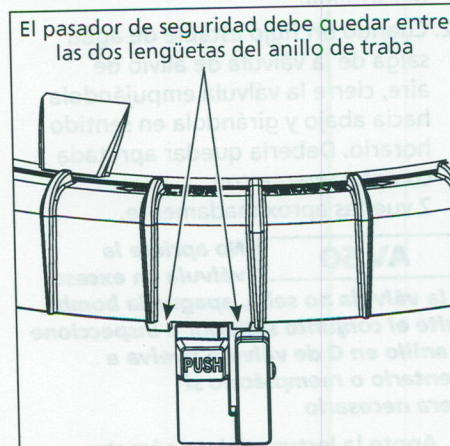

Figura 8 - Pasador de seguridad: posición de bloqueo
9. Asegure el anillo de traba girándolo en sentido antihorario hasta que el pasador de seguridad quede asentado con un chasquido (aproximadamente 1/2 vuelta). El pasador debe quedar entre las dos lengüetas del anillo (Figura 8). El anillo puede quedar ligeramente suelto, pero quedará apretado al encender la bomba.